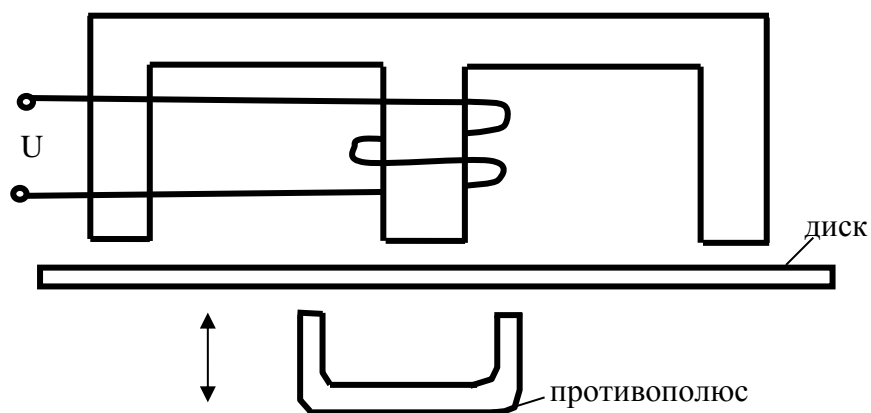

Рисунок 8
- 5) Противополюс из магнитомягкого материала (рисунок 8)